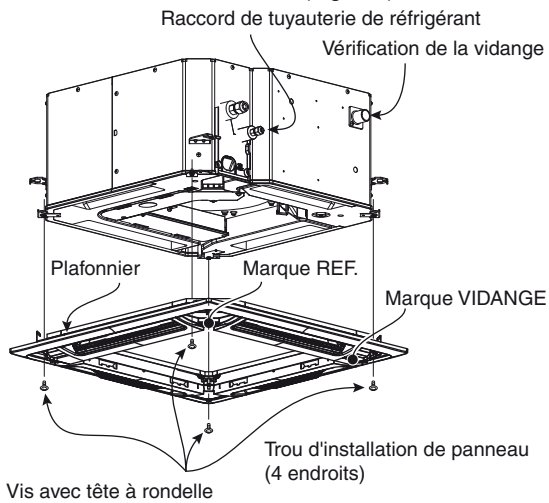

Fig. 7-8
- (2) Alignez les trous d'installation de panneau et les trous de vis d'unité.
- (3) Serrez les vis à tête de rondelle fournies au niveau des 4 emplacements d'installation de panneau pour que le panneau soit bien fixé à l'unité. (Fig. 7-8)